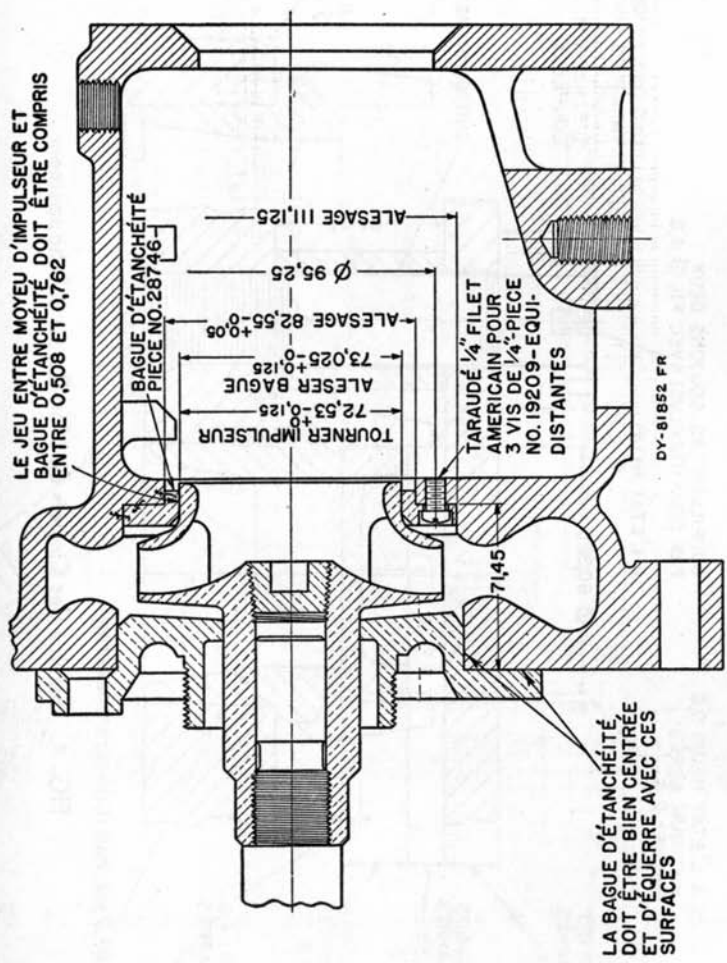

FIG. 3. Bague d'Étanchéité pour Pompe à Eau Froide
- A. Vérifier l'ajustage de l'impulseur dans sa bague d'étanchéité, et corriger si le jeu est de 1,6 mm. ou plus. Voir page 4 et Figure 3.